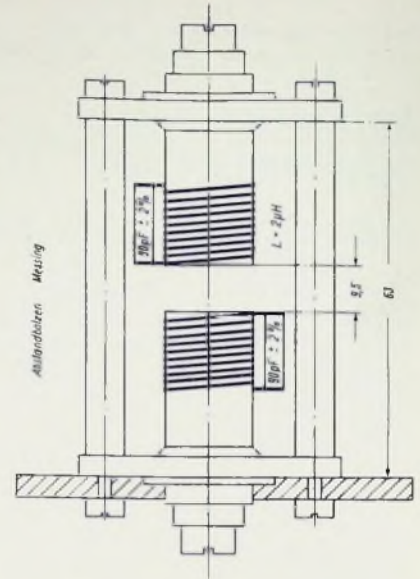

Bild 5. Aufbau des Zf-Bandfilters
ist, und doch eine zu große Stufenzahl im Hinblick auf die Kosten unerwünscht ist, kommt dafür ebenfalls nur eine steile Hf-Pentode in Betracht. Ferner ist eine verhältnismäßig große Verstärkungsreserve erwünscht, damit die nachfolgende Begrenzstufe schon bei genügend kleiner Empfangsspannung anspricht. Beim Selbstbau der Zi-Bandfilter ist vor allem auf die gegenseitige Kopplung zu achten. Der Abstand der beiden Spulen soll genau, wie in Bild 5 angegeben, eingehalten werden. Als Spulenträger eignet sich besonders gut der Körper CS20 mit Schraubkern aus Ferrocart Z (FZ) der Firma Vogt und Co. Das Zusammensetzen der aus drei Einzelteilen bestehenden Spule geschieht in der Weise, daß die drei Zapfen des Trolitrohrchens durch die dafür vorgesehenen Löcher der Halterung durchgesteckt und mit einem heißen Lötkolben breitgequetscht werden, so daß also eine Nietung entsteht. Der Kern der Spule wird vor dem Einschrauben, zum Zwecke eines besseren Abgleichs, mittels einer Metallsäge um 5 mm gekürzt. Die Spule selbst wird aus 0,3 mm starkem Kupferlackdraht gewickelt. Zur Verringerung der Eigenkapazität muß ein Windungsabstand von 0,3 mm eingehalten werden. Die Windungszahl pro Spule beträgt 10 Windungen. Da die beiden vertikal übereinander angeordneten Spulen ja induktiv abgeglichen werden, läßt sich eine Rückwirkung von einer Spule auf die andere dadurch vermeiden, daß man die „heißen“ Enden (anodenseitiges- und gitterseitiges Ende) weit auseinanderlegt. Als Material für die Abstandsbolzen kann sowohl Messing oder Aluminium als auch Isoliermaterial verwendet werden. Letzteres bietet noch den Vorteil, daß man es gleichzeitig als Halterung der Spulenenden verwenden kann. Die Parallelkondensatoren (keramisch) sollen direkt an die Spulenden gelötet werden. In Bild 6 ist ein geöffnetes Bandfilter der Firma Ripperger, Irtschenberg-Obb., zu erkennen, das bei einer mittleren Selbstinduktion von 2 µH und Querkapazitäten von 90 pF ausgezeichnete Güte besitzt und dessen Eisenkerne von außen eingestellt werden können. Der Abschirmbecher ist aus 1,5 mm starkem Alublech hergestellt und äußerst stabil. Naturgemäß ist infolge der Dämpfung der Filter und der bei der hohen Zi an sich geringen Verstärkung die Gesamtverstärkung der einzelnen Stufen wesentlich geringer als bei einem normalen Super. Bei der Anordnung der Filter ist besonders darauf zu achten, daß der Abstand der Anode der ersten Röhre zum